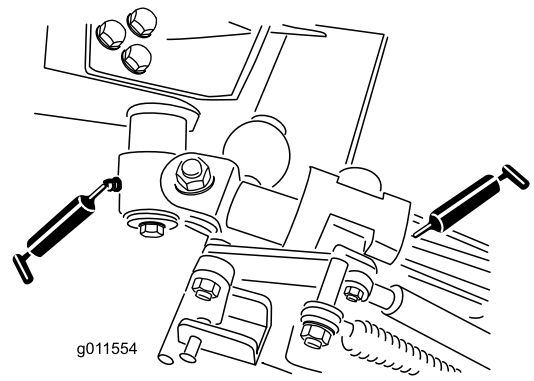

Figure 47
- Bagues de pivot d'axe coudé (2) (Figure 47)
- Bagues de bras arrière (4) (Figure 47)